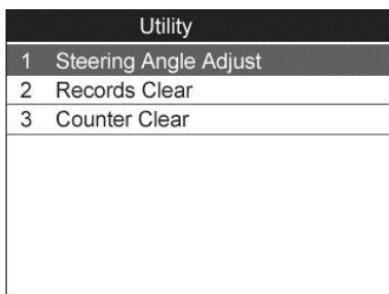

Figura 12.11
- 1) En el menú de la función **Utilidades** (Figura 12.11), utilice el botón de desplazamiento **ARRIBA/ABAJO** para seleccionar **Ajuste del ángulo de dirección** y pulse el botón **OK**.
- 1) En el menú de la función Utilidades (Figura 12.11), utilice el botón de desplazamiento **ARRIBA/ABAJO** para seleccionar **Borrar registros** y pulse el botón **OK**.
- 1) En el menú de la función Utilidades (Figura 12.11), utilice el botón de desplazamiento **ARRIBA/ABAJO** para seleccionar **Poner a cero el contador** y pulse el botón **OK**.